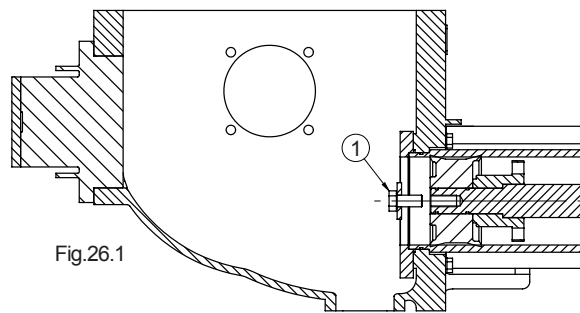
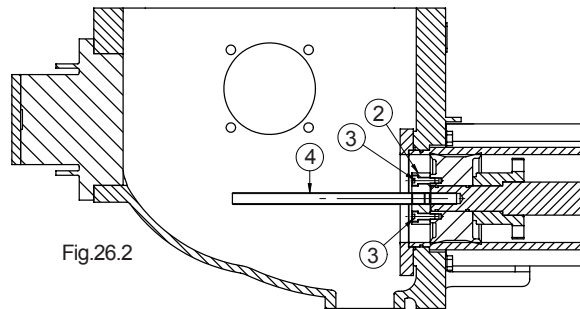
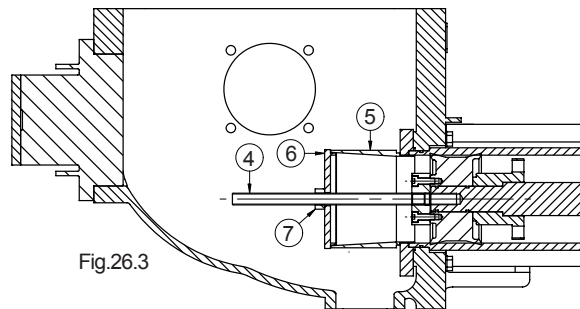

Fig.26.1
Fig.26.2
Fig.26.3
- Svitare la vite di testa (Fig.26.1 Rif.1), posizionare l'estrattore (Fig.26.2 Rif.2) sul pistone e avvitare le due viti (Fig.26.2 Rif.3).
- Avvitare il tirante (Fig.26.2 Rif.4) nell'estrattore fino a battuta, posizionare la boccia di centraggio (Fig.26.3 Rif.5) sulla piastra antiusura, inserire il tappo (Fig.26.3 Rif.6) e iniziare ad avvitare il dado (Fig.26.3 Rif.7); avvitando il dado, il pistone (Fig.26.4 Rif.8) verrà estratto dal cilindro.